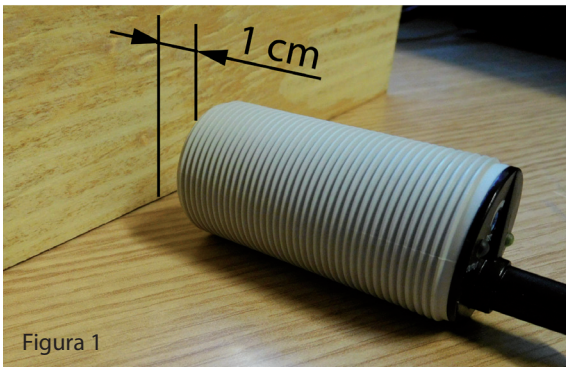

Figura 1
- ◆ Colocar frente a La Sonda una tablita de madera (véase la figura 1) a una distancia de aproximadamente 1 cm.